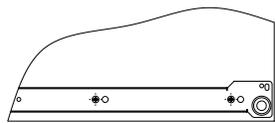

Рис.1
- При помощи винтов М5х10,5 установить на боковины 3, 4 направляющие длиной 300 мм. **Внимание:** данные направляющие закрепляются во вторые (большие) отверстия (Рис. 1).